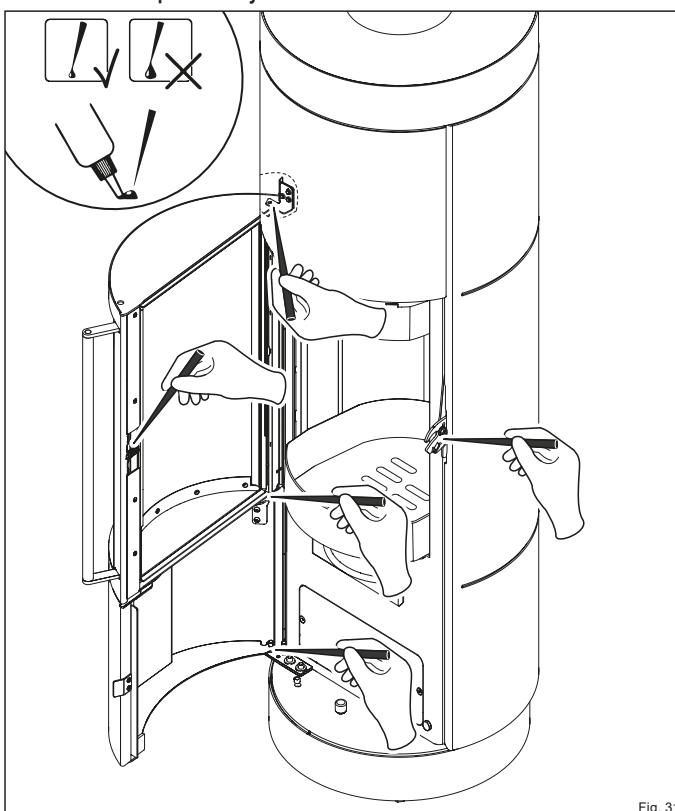

Fig. 31
- ✓ Faites glisser le bac à cendres dans l'ouverture (Fig. 31).
- Lubrifiez les points avec la graisse spéciale de la Startbox (Fig. 31).